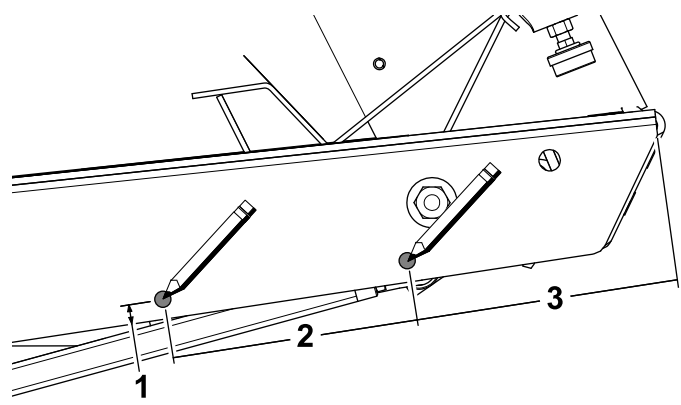

Figura 6
1. Localize e marque os orifícios de montagem diretos para a cobertura do pedal (Figura 6).